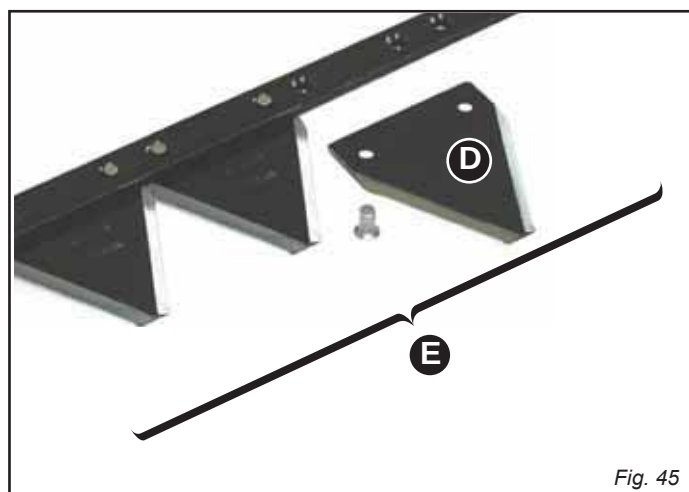

Fig. 45
SOSTITUZIONE ASTA PORTA SEZIONI (E, Fig. 45)
SOSTITUZIONE SEZIONI (D, Fig. 45)
- Ribadire una nuova sezione con gli appositi ribattini (D, Fig. 45).